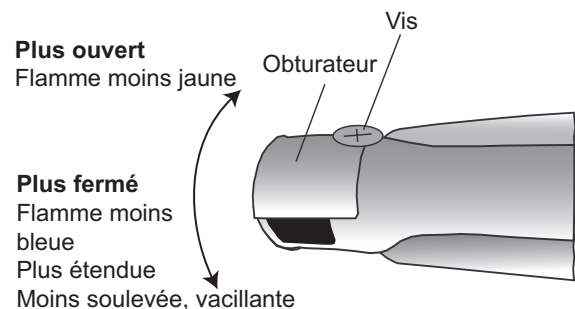

Figure 14 : Réglage de l'obturateur d'air (au besoin)
Le brûleur tube utilisé avec les appareils Thermador® sont dotés de système d'obturateur d'air semblables à l'illustration, Figure 14, et peut être réglé à l'aide de la méthode suivante (à moins que le réglage ne soit pas recommandé). Il est nécessaire de retirer le brûleur de l'appareil an d'effectuer les réglages d'obturateur d'air.
- Régler l'obturateur en position plus ouverte si la flamme est trop jaune (voir Figure 14).